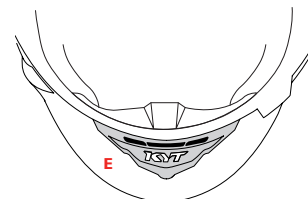

ABBILDUNG 2
Befestigen Sie das freie Ende des Riemen erst nach der Überprüfung der richtigen Spannung des Riemen, indem Sie den Druckknopf an der Lasche schließen (Abbildung 2).
BELÜFTUNGSÖFFNUNG VORNE KINNSCHUTZ — E — Abbildung 2/3
- Abbildung 2: Belüftungsöffnung, vollständig geschlossen.